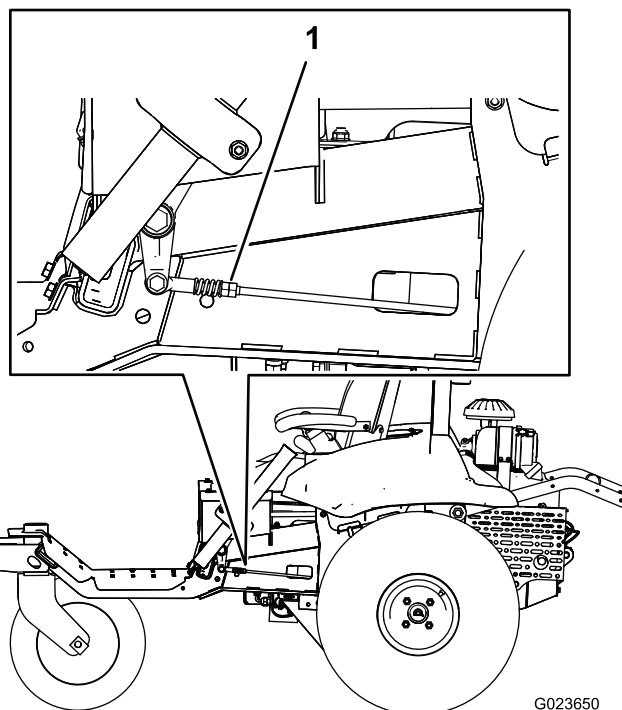

Figure 62
7. D'un côté de la machine, tournez lentement les doubles écrous sur la tringlerie (Figure 62) jusqu'à ce que la roue de ce côté se mette à tourner ; tournez ensuite les doubles écrous dans l'autre sens jusqu'à ce que la roue tourne dans la direction opposée.